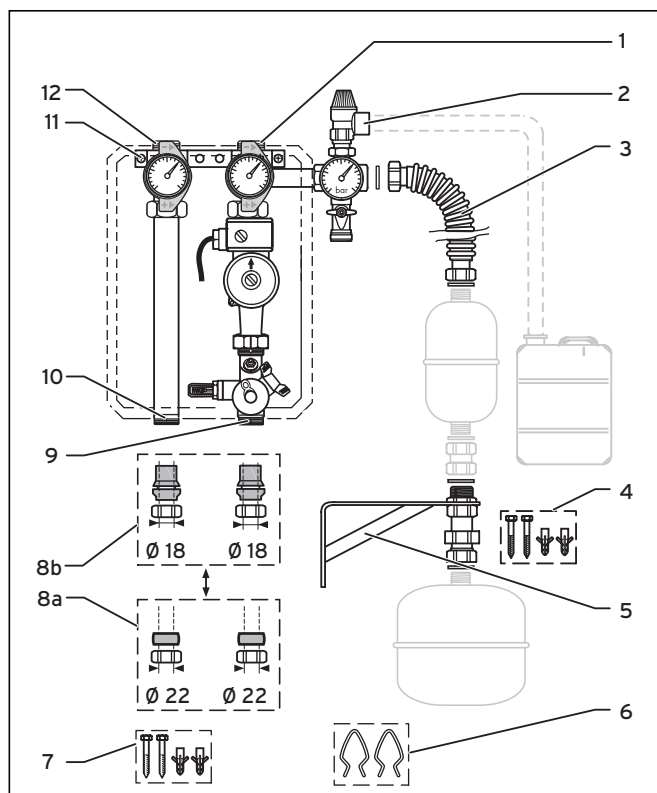
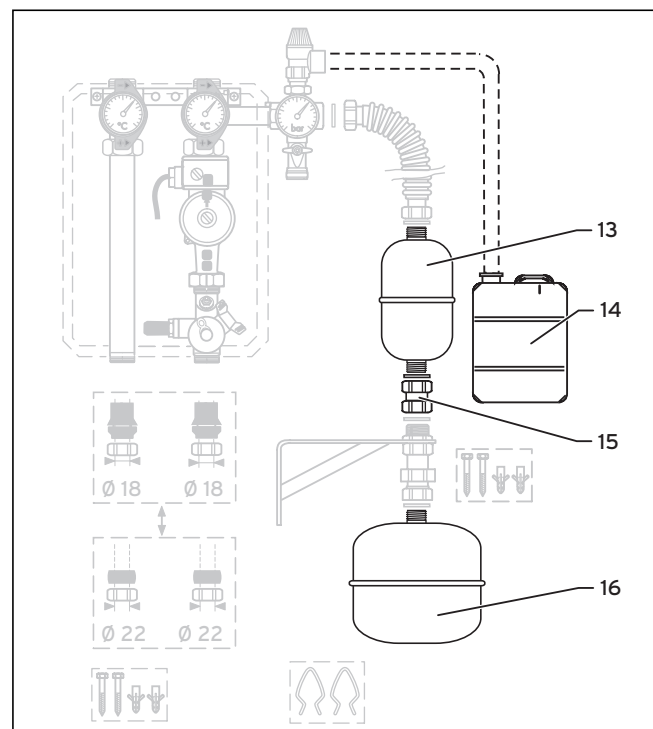

Abb. 3.1 Übersicht der Solarstation 22 l/min
Abb. 3.2 Übersicht der Zubehöre
- Montieren Sie die Befestigungsschiene (**11**, Abb. 3.1) mit den Dübeln und Schrauben (**7**, Abb. 3.1) an der Wand.
- Stecken Sie die Hinterschale auf die Befestigungsschiene (**11**, Abb. 3.1).
- Stecken Sie die Rohrstränge auf die Befestigungsschiene (**11**, Abb. 3.1) und lassen Sie die Rohrstränge in der Befestigungsschiene einrasten.
- Sichern Sie die Rohrstränge mit den zwei Halteklammern (**6**, Abb. 3.1), indem Sie die Halteklammern in die Nut der Rohrstränge unter der Befestigungsschiene klemmen.
Anstelle von Kupferrohren mit 22 mm Durchmesser können Sie auch Rohre mit 18 mm Durchmesser anschließen. In diesem Fall benutzen Sie die beiliegenden Reduzierstücke 22-18 (**8b**, Abb. 3.1) mit integriertem Klemmring.
- Verbinden Sie das Vorlaufrohr (**12**, Abb. 3.1) mit dem Vorlaufrohr der Kollektoren.
- Verbinden Sie das Rücklaufrohr (**1**, Abb. 3.1) mit dem Rücklaufrohr der Kollektoren.
- Verbinden Sie das Rücklaufrohr Speicherkreis (**9**, Abb. 3.1) mit dem Rücklauf Solar am Kombispeicher.
- Verbinden Sie den Vorlaufrohr Speicherkreis (**10**, Abb. 3.1) mit dem Vorlauf Solar am Kombispeicher.
- Montieren Sie die Sicherheitsgruppe (**2**, Abb. 3.1) am Anschlussstutzen im Rücklaufrohr (**1**, Abb. 3.1).
- Führen Sie die Abblaseleitung mit Gefälle zu einem geeigneten Auffangbehälter (**14**, Abb. 3.2).
Optional können Sie zwischen Solar-Ausdehnungsgefäß und Solarstation ein Solar-Vorschaltgefäß (**13**, Abb. 3.2) mit beigefügter 3/4"-Muffe (**15**, Abb. 3.2) einsetzen. Es schützt das Solar-Ausdehnungsgefäß im Stagnationsfall der Anlage vor zu hohen Temperaturen.
- Befestigen Sie die Halterung (**5**, Abb. 3.1) mit den Dübeln und Schrauben (**4**, Abb. 3.1) an der Wand.
- Schrauben Sie den Flansch und das Solar-Ausdehnungsgefäß (**16**, Abb. 3.2) an die Halterung (**5**, Abb. 3.1).
- Montieren Sie den Wellschlauch (**3**, Abb. 3.1).
- Befestigen Sie das Solar-Ausdehnungsgefäß 35 l mit den Dübeln und Schrauben (**4**, Abb. 3.1) an der Wand.